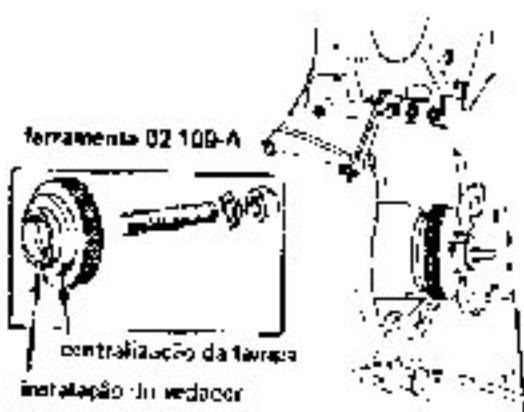

Fig. 68
- juntas, sem o vedador, centralizando-a por meio do diâmetro menor da ferramenta 02-109-A [fig. 68]. Apertar progressivamente os parafusos, girando simultaneamente a ferramenta, até obter o correto posicionamento da tampa. Apertar os parafusos ao torque especificado
32. Após fixar a tampa, instalar o vedador, com o auxílio da ferramenta, alojando-a no seu diâmetro menor [fig. 68]